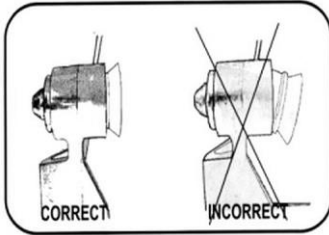

Fig.35
5. Sæt sugehættetætningen ind i spiralens rum, og tryk den dybt (fig. 35).